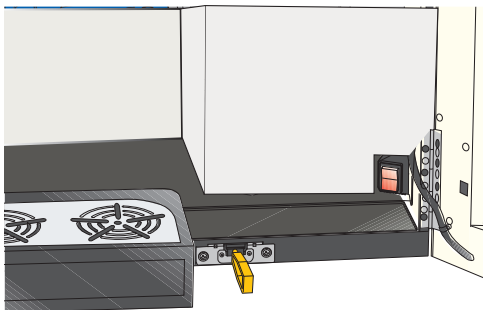

Fig. 7
- Sätt på maskinens huvudströmbrytare (fig. 7).